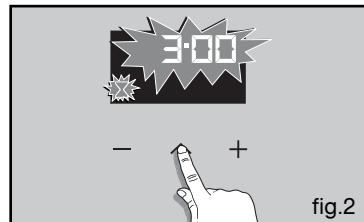

fig.2
- Ajuste el tiempo que desee con los mandos de ajuste + o - (fig.2).